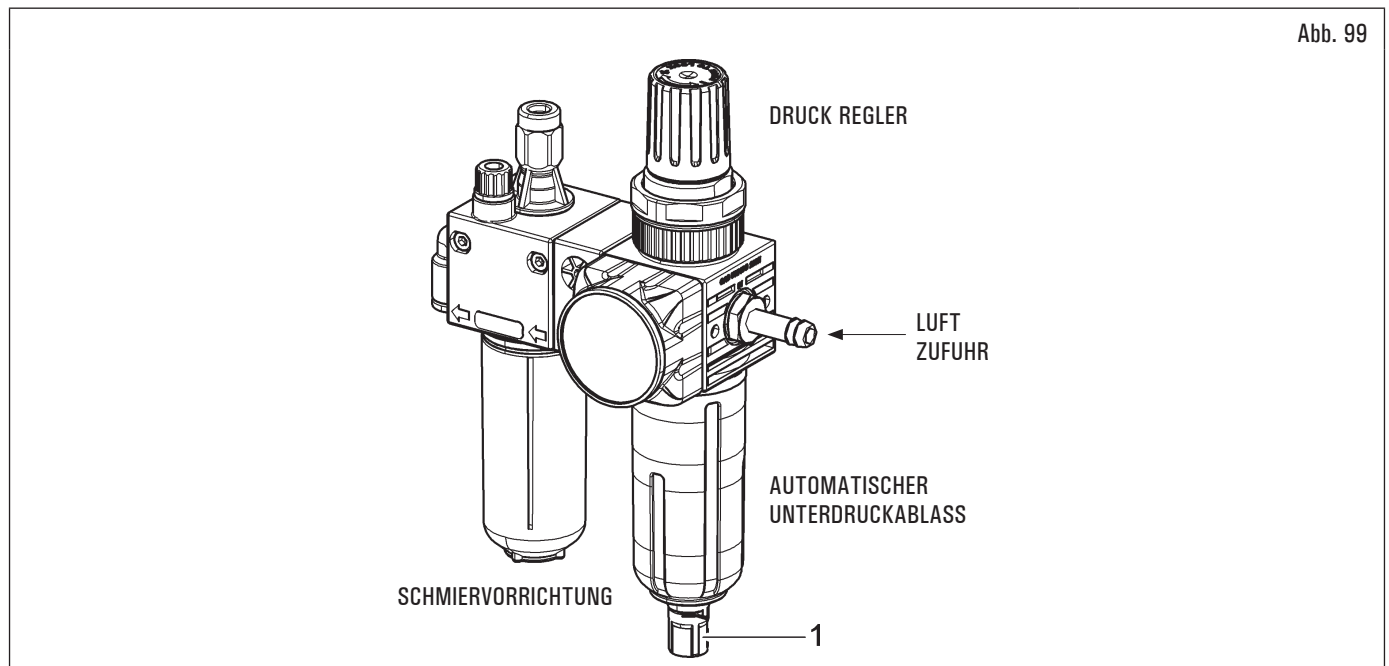

Abb. 99
- Der Konditionierungssatz ist mit einem automatischen Unterdruckablass ausgestattet, insofern bedarf es keinerlei manuellen Einsatzes seitens des Bedieners (siehe Abb. 99).
Um eine gute Funktion zu gewährleisten und Kondensation bei Luftaufbereitungsgeräten mit halbautomatischer Absaugung zu vermeiden, muss überprüft werden, ob sich das Ventil (Abb. 99 Pkt. 1) unter dem Deckel in der richtigen Position befindet. Der Deckel muss richtig gedreht werden, um eine korrekte Abflussfunktion zu aktivieren.